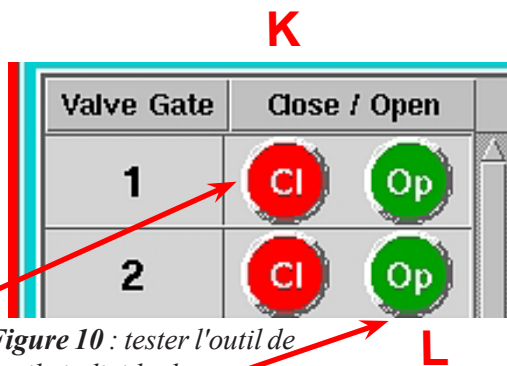

Figure 10 : tester l'outil de seuils individuels
- K. **Fermer un obturateur à la fois**. Vous pouvez aussi tester les seuils individuels à partir de l'outil Obturateur de seuil en cliquant sur le bouton Configuration dans la rangée pour ce seuil spécifique. Voir Figure 10.
- L. **Ouvrir un obturateur à la fois**. Vous pouvez aussi tester les seuils individuels à partir de l'outil Obturateur de seuil en cliquant sur le bouton Configuration dans la rangée pour ce seuil spécifique. Voir Figure 10.